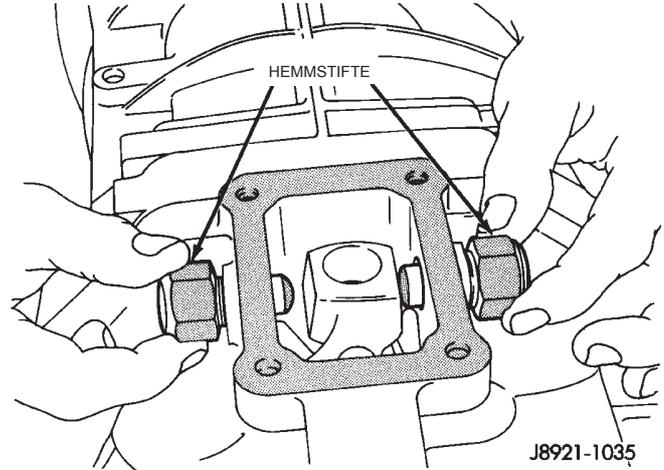

Abb. 46 Hemmstifte einbauen
(15) Die Hemmstifte in den Gehäuseaufsatz einsetzen und mit einem Anzugsmoment von 27 N·m (20 ft. lbs.) festziehen (Abb. 46).